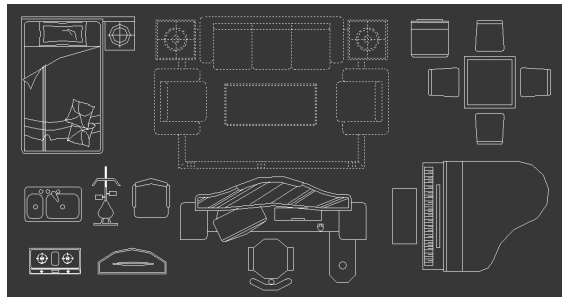

图 1-24 将“餐桌”等从选择集中剔除
(2) 将“餐桌”从选择集中剔除：按住【Shift】键单击“餐桌”，其显示状态由虚线变为实线（表示已移出选择集），如图 1-24 所示。